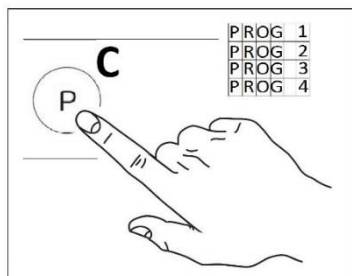

Fig.13
- 4- Appuyer sur le bouton "C" et choisissez le programme désiré. (Fig.13)